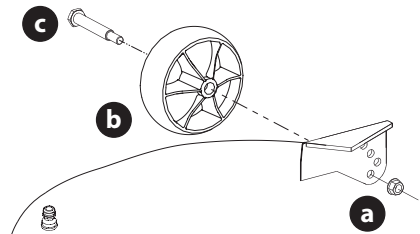

Fig. 11
- Retirez l'écrou de blocage (a) la roulette de terrage (b) et la vis à épaulement (c) du plateau (Fig. 11).